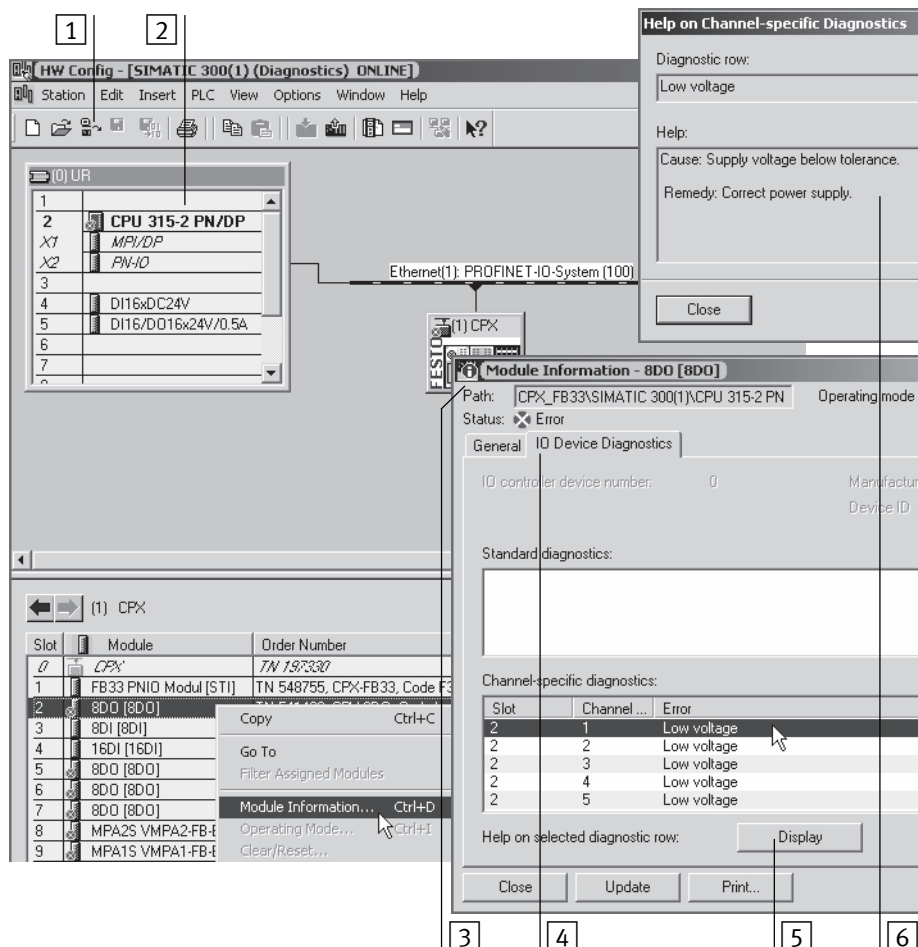

Fig. 3/2 : Diagnostic en ligne avec STEP 7
2. Commuter de Offline à Online (voir Fig. 3/2 [1]).